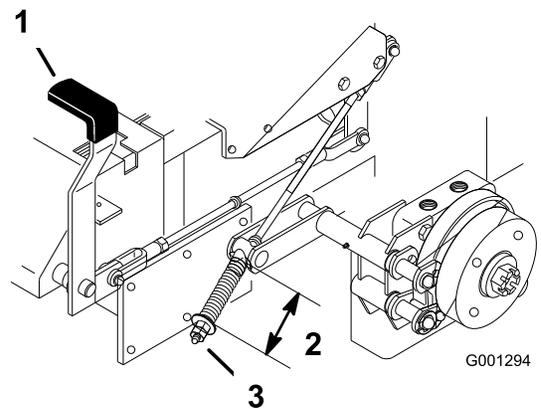

Figure 68
2. Mesurez la longueur du ressort (Figure 68).
3. Si un réglage est requis, desserrez le frein de stationnement, desserrez l'écrou de blocage situé sous le ressort et réglez l'écrou directement au-dessous du ressort (Figure 68).